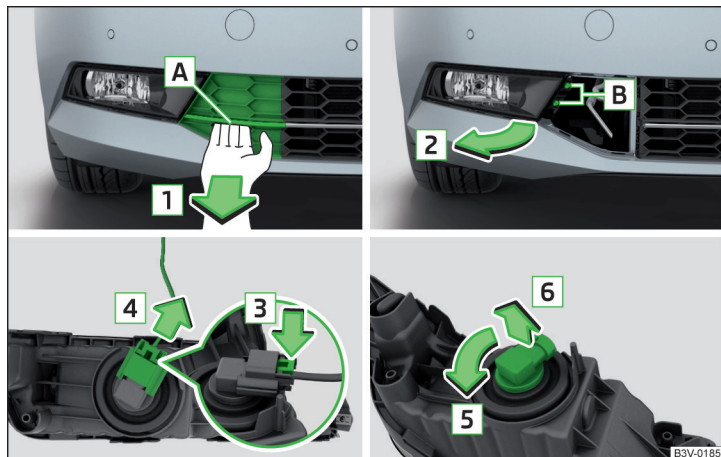

Fig. 366 Retirar el faro antiniebla / cambiar la bombilla
- Introducir los dedos en la apertura **A** y retirar la rejilla tirando en el sentido de la flecha **1** » fig. 366.
- Monte el faro antiniebla en sentido contrario al de la flecha **2** » fig. 366 y enrésquelo.